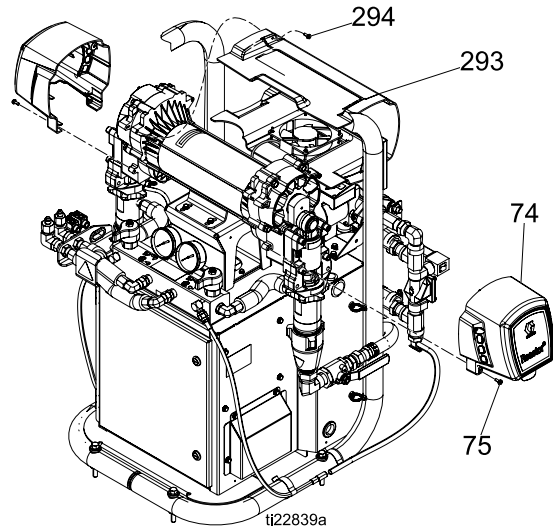

Figure 12
13. ネジ (294) およびモーターシールド (293) を外します。 図 12 を参照してください。